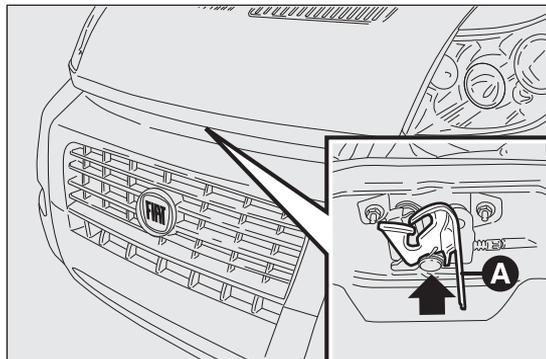

Abb. 127
- den kleinen Hebel Abb. 127 wie abgebildet ziehen;